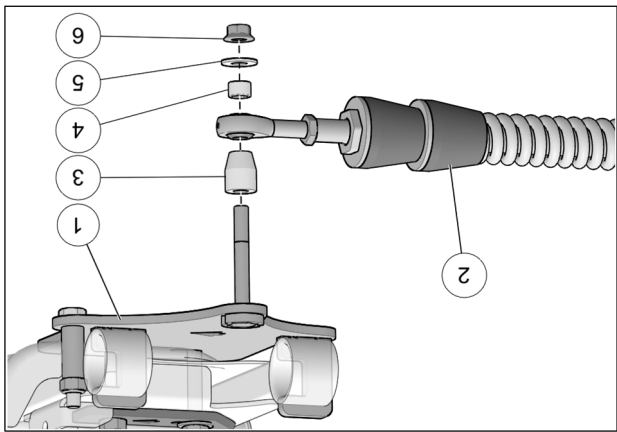

Fig. 11
10. Fixer le bras stabilisateur (2) à l'ancrage de suspension (1) à l'aide de l'espaceur long (3), l'espaceur court (4), de la rondelle (5) et de l'écrou autobloquant (6). Serrer à un couple de 70 N•m [52 lb•pi]. Voir la Fig. 11